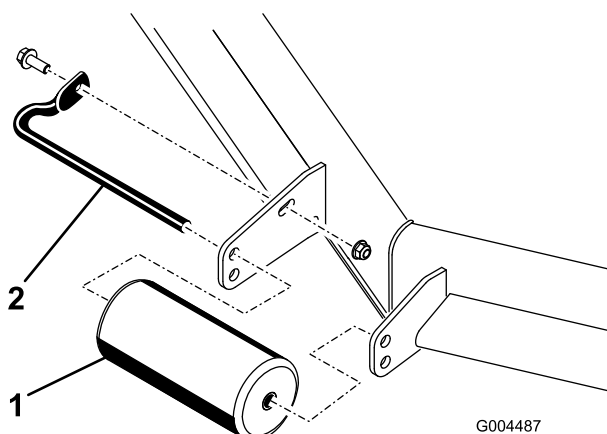
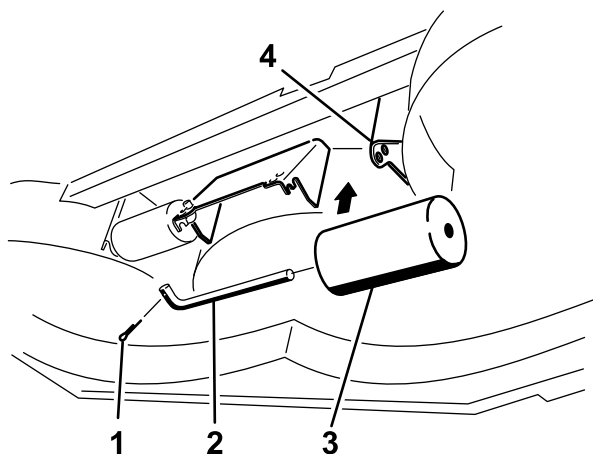

Рисунок 24
Рисунок 28
4. Снимите детали крепления каждого валика на деке газонокосилки и сдвиньте валики вверх или вниз по желанию (см. Рисунок 24 - Рисунок 28 в зависимости от модели газонокосилки).